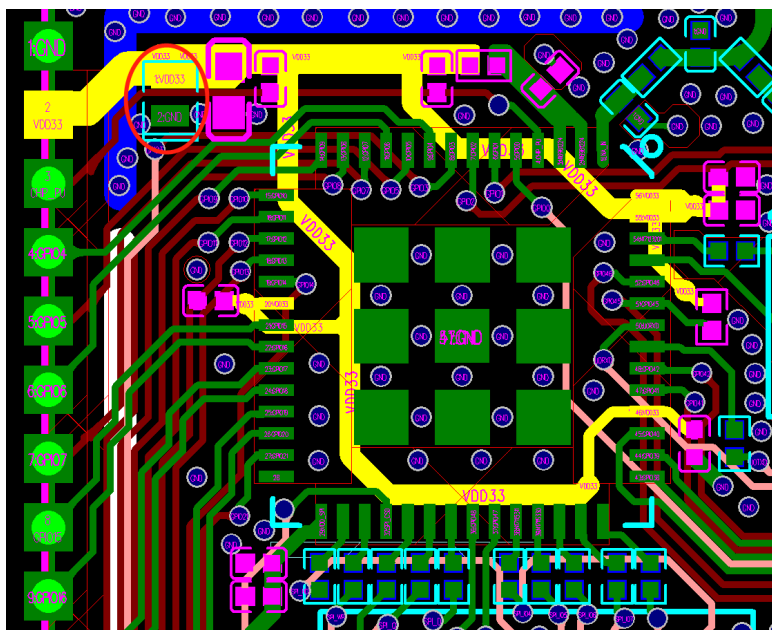

图 15: ESP32-S3 系列芯片四层板电源设计
- 图 15 中黄色高亮信号线即为 3.3 V 电源走线。主干电源走线的线宽建议至少 25 mil，模拟电源 VDD3P3 分支电源走线建议至少 20 mil，其他分支电源走线建议 10 mil。
- 图 15 左上半部分中红色圆圈标示的是 ESD 保护管，需靠近电源端口放置。电源走线进入芯片前需添加一个 10 μF 电容，该电容与 0.1 μF 电容搭配使用。而后电源走线可在此分支，进行星形走线，减少不同电源管脚之间的耦合。所有的去耦电容请靠近对应电源管脚放置，去耦电容的接地管脚请靠近打地孔，保证较短的返回路径。
如图 15 所示，如需在模组背面添加散热焊盘 EPAD，建议对 EPAD 进行九宫格处理，间隙处盖油墨，而地孔则打在间隙处。这样可以有效地改善模组 EPAD 焊接至底板时的漏锡问题。